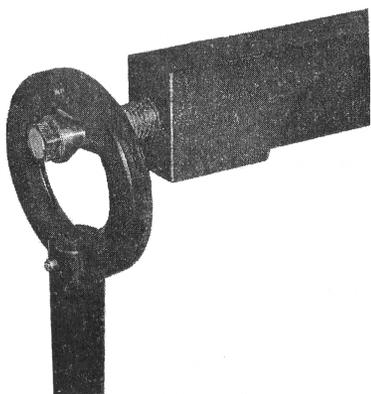

Рис. 4.2
4.4. Откройте верхнюю и заднюю крышки твердомера, и извлеките все винты или эластичные приспособления для защиты от повреждения. Установите вес на петлю (V-образное углубление на конце). Удостоверьтесь, что вес установлен на V-образном углублении нормально. Смотрите рис. 4.2